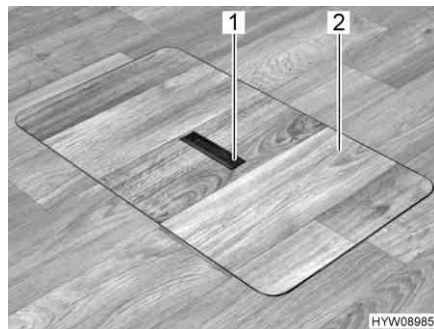
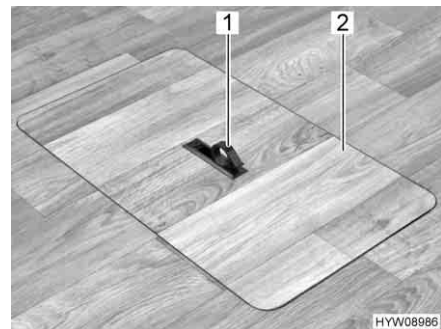

Fig. 73 Copertura vano pavimento (maniglia abbassata)
Fig. 74 Copertura vano pavimento (maniglia estratta)
- Spingere la piastra di presa (Fig. 73,1) verso il basso da un lato. La maniglia (Fig. 74,1) viene ruotata verso l'alto.
- Alzare la copertura (Fig. 74,2).
- Collocare la copertura (Fig. 74,2) nell'intelaiatura presente sul fondo.